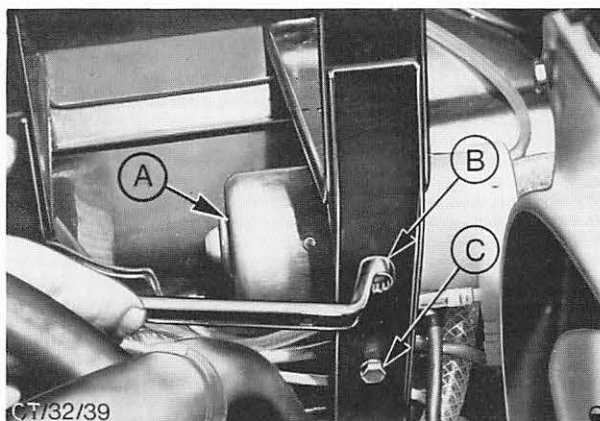

Abb. 27 A = Pumpe
8. Beide Schrauben entfernen und Pumpe vom Halter abbauen. Abb. 27. Mehrfachstecker von der Pumpe trennen und Pumpe mit Rücklaufleitung und Behälterdeckel herausheben.
11. Scheinwerfer-Waschpumpe auf den Halter des Vorratsbehälters montieren und ausrichten. Pumpe mit beiden Schrauben befestigen. Abb. 27.